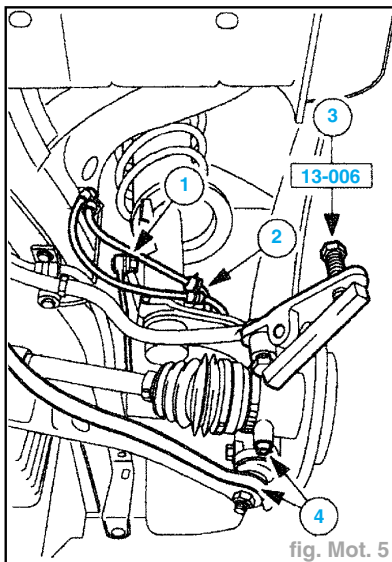

fig. Mot. 5
- Déposer les suspensions de roue droite et gauche (côté droit illustré) (fig. Mot. 5) :
- désaccoupler la biellette de liaison de barre stabilisatrice de la jambe de suspension (1),
- retirer le flexible de frein et le câble du capteur de roue ABS du support (2),
- désaccoupler l'embout de biellette de direction du porte-fusée (3),
- désaccoupler la rotule du bras inférieur de suspension du porte-fusée (deux vis) (4).
- Poser les suspensions de roue droite et gauche (fig. Mot. 5) :
- accoupler la rotule de bras inférieur au porte-fusée (deux vis) (4). Serrer à **5,5 daN.m**,
- accoupler l'embout de biellette de direction au porte-fusée (3). Serrer à **3 daN.m + 90°**,
- accoupler la biellette de liaison de barre stabilisatrice à la jambe de suspension (1). Serrer à **10 daN.m**,
- engager le flexible de frein et le câble du capteur de roue ABS dans le support (2).